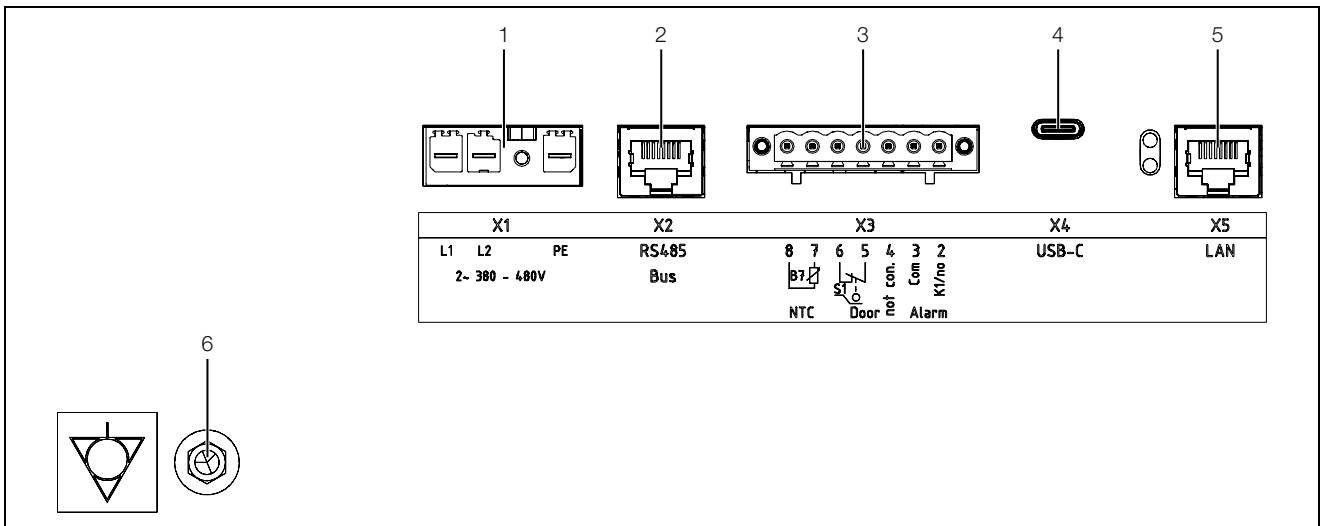

Fig. 43: Connessione di rete e interfacce
Se per motivi di compatibilità elettromagnetica (EMC) l'apparecchio dovesse essere collegato al circuito equipotenziale del cliente, è possibile collegare un conduttore in corrispondenza del punto equipotenziale esistente. Il punto di collegamento è contrassegnato con il relativo simbolo elettrico (fig. 43, pos. 6).
- Lo schermo del cavo può essere connesso elettricamente (fig. 43) nel punto di compensazione del potenziale.